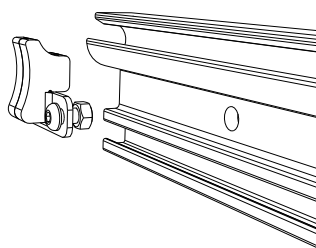

Bild 49. Montera armstopp
5. Montera skruv och mutter på armstoppen och montera dem på anslagsprofilen, se Bild 48 och Bild 49.